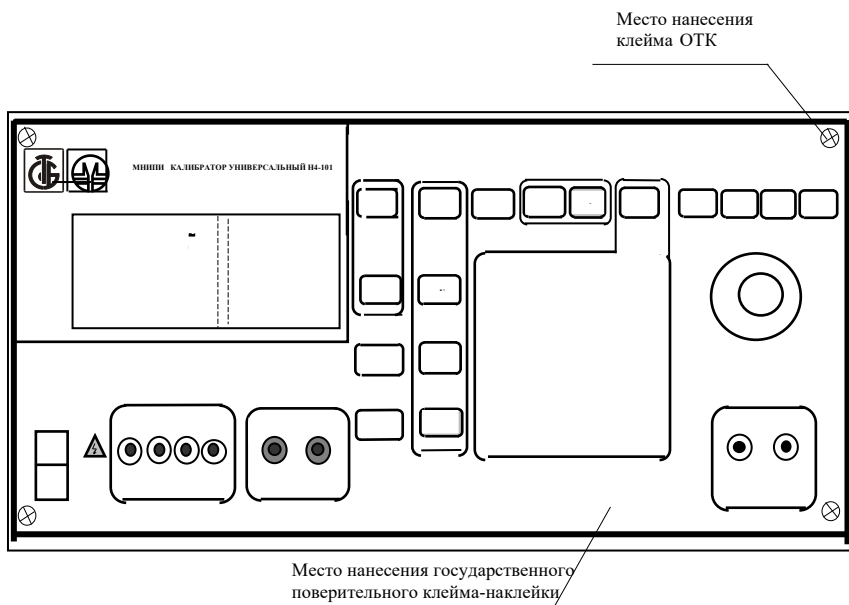

Рисунок 1.2 – Места нанесения клейм на переднюю панель калибратора
1.5.3 На переднюю панель калибратора нанесены государственное поверительное клеймо-наклейка и клеймо ОТК (рисунок 1.2).